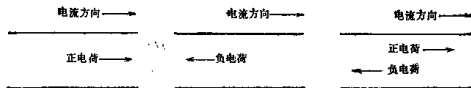

图 1—3 电流及其运载者
f. 电场力和电场 用毛皮摩擦胶木棒，在毛皮上产生正电，胶木棒上产生负电。若排列如图 1—4 所示，在毛皮和胶木棒之间置以正电荷，由于它与毛皮上的正电相斥，而又与胶木棒的负电相吸，在图上将受到向右的力。如果置以负电荷，同理，将受到向左的力。